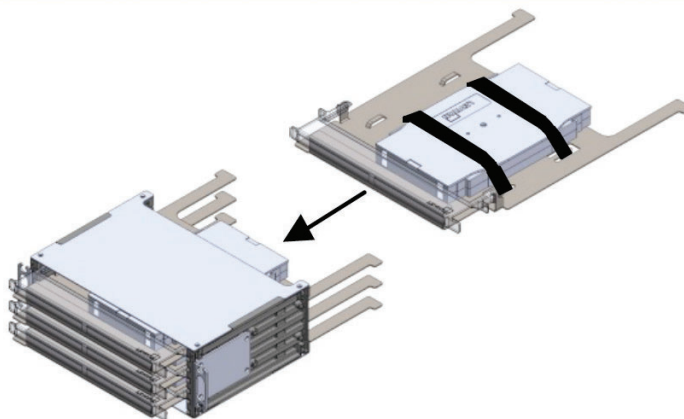

Figure 16
- 5.6.3 Faire glisser chaque plateau vers l'avant jusqu'à ce que les pattes de fixation de la fenêtre porte-étiquette soient accessibles (Figure 16).